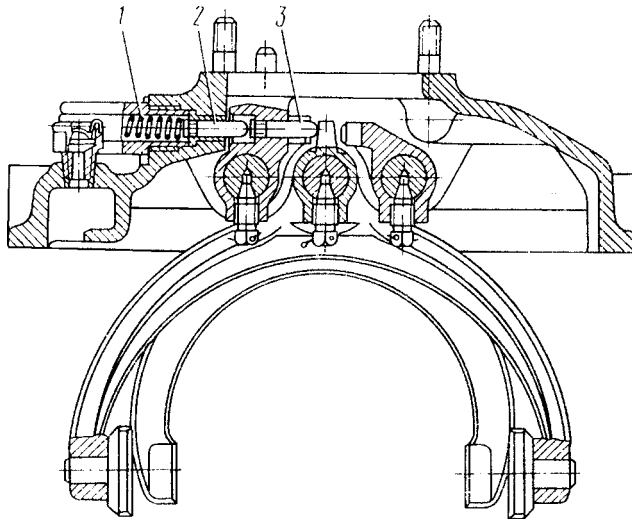

Рис. 135. Предохранитель механизма переключения передач: 1 - пружина предохранителя; 2 - предохранитель; 3 - толкатель предохранителя
**Механизм переключения передач** (рис. 133) смонтирован в верхней крышке 2 коробки передач и состоит из трех штоков, трех вилок 3, 6, 7 переключения, двух головок штоков, трех фиксаторов (рис. 134), предохранителя 2 (рис. 135) включения первой передачи и заднего хода а также замка штоков. Замок штоков состоит из двух пар шариков 1 (см. рис. 134) и штифта. 4. Шарик расположен между штоками